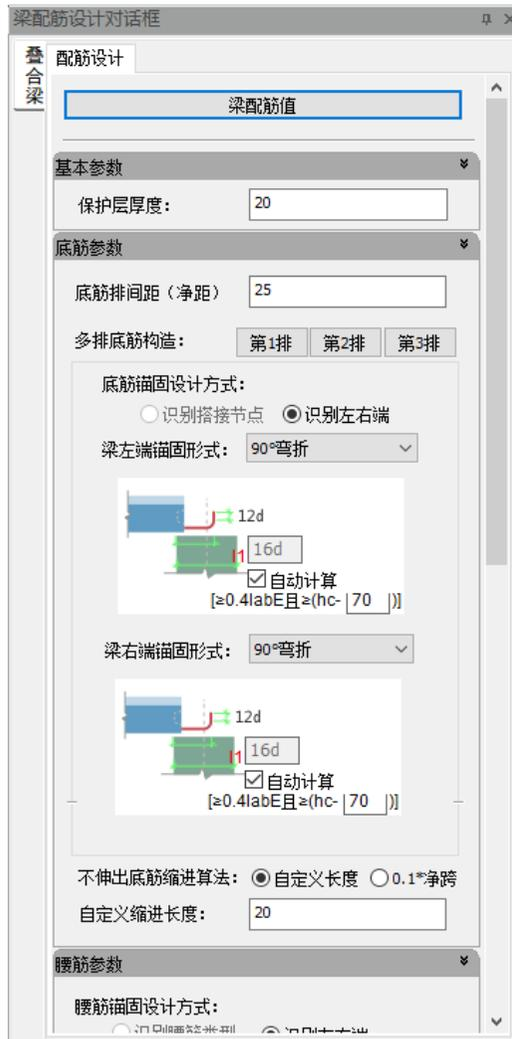
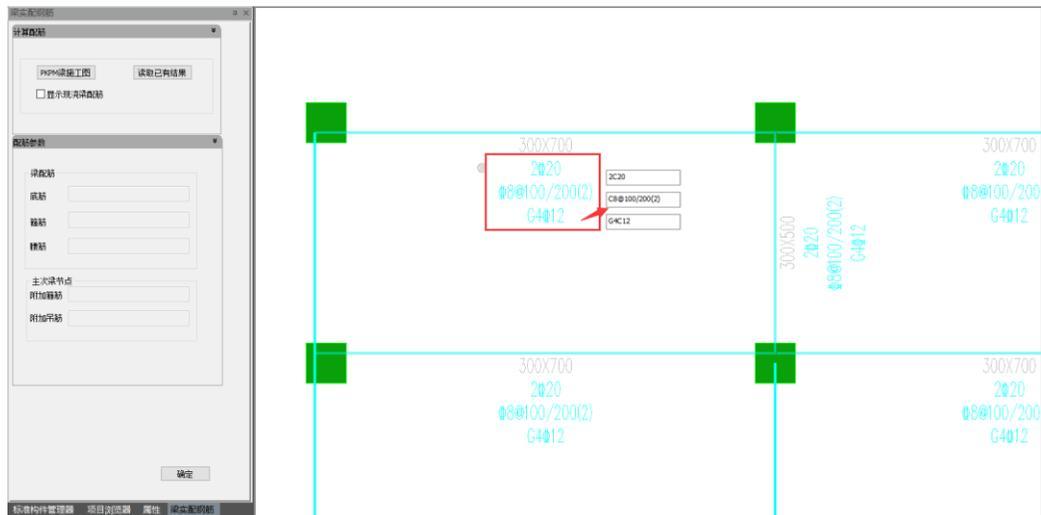

图 5.3-1 梁配筋设计对话框
图 5.3-2 梁配筋值录入界面（单选修改）
点击“梁配筋设计”，将弹出如图 5.3-1 所示对话框，可先点击“梁配筋值”按钮，进入图 5.3-2 所示状态，录入或读取梁平法配筋结果。
- 单选修改：双击图 5.3-2 中红框范围内的配筋值文字，将激活原位修改框，可录入平法配筋值；